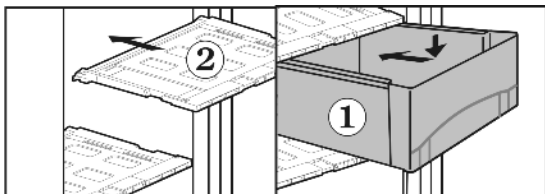

Fig. 17
- ▶ Remettre en place le couvercle du tiroir Fig. 17 (2) : Introduire les barrettes du couvercle du tiroir par le bas dans les supports de logement arrière et faire encliqueter dans le support avant.
- ▶ Placer les tiroirs Fig. 17 (1) sur les glissières et les insérer complètement jusqu'à ce que le tiroir encliquette de manière audible.